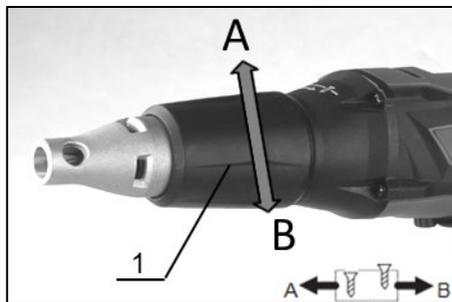

Рисунок 2
4.1 Регулювання глибини. Глибину можна регулювати, повертаючи муфту (1). Поверніть її в напрямку "В" для зменшення глибини і в напрямку "А" для збільшення глибини. Один повний оберт муфти дорівнює зміні глибини на 2 мм (1/16"). Рис.2